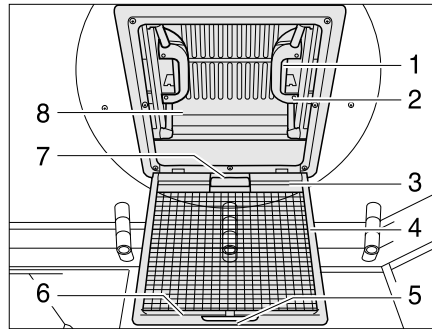

Fig. 90 Lanterneau à pousoirs
- Tirer sur la poignée (Fig. 90,5).
- Rabattre la moustiquaire (Fig. 90,4) vers le bas.
- Appuyer sur le verrou (Fig. 90,1) vers l'intérieur du lanterneau (Fig. 90,8). Pousser le lanterneau simultanément vers le haut par la poignée (Fig. 90,2).
- Faire basculer la moustiquaire (Fig. 90,4) vers le haut jusqu'à ce qu'elle s'enclenche.
- Tirer fortement le lanterneau (Fig. 90,8) vers le bas par les deux poignées (Fig. 90,2) jusqu'à ce que les deux verrous (Fig. 90,1) s'encliquettent.
- Tirer le store occultant par la poignée (Fig. 90,7) et accrocher la barre d'accrochage (Fig. 90,3) dans la barre de retenue (Fig. 90,6) de la moustiquaire.
- Détacher la barre d'accrochage (Fig. 90,3) de la barre de retenue (Fig. 90,6) et laisser revenir lentement le store occultant.